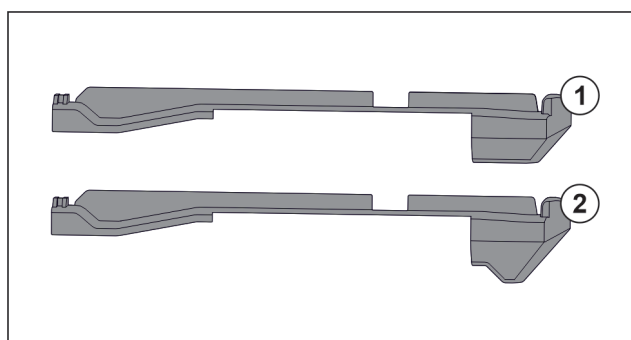

Fig. 124 Compararea pieselor de fixare
În aparat există două piese diferite de fixare. Piesa de fixare de deasupra sertarului de jos Fig. 124 (2) are o margine triunghiulară. Toate celelalte piese de fixare Fig. 124 (1) au o margine dreaptă.
- ▶ Montați piesa de fixare Fig. 124 (2) cu marginea triunghiulară peste sertarul de jos.
- ▶ Montați piesa de fixare Fig. 124 (1) cu marginea dreaptă la toate celelalte poziții.